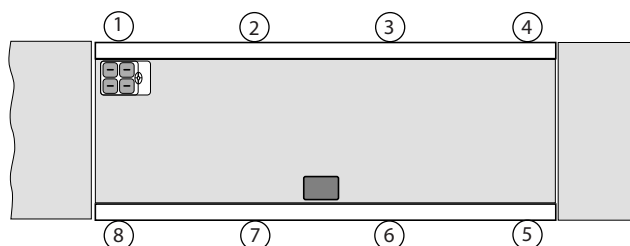

Figura 8-2. Recorte de la celda de carga número uno
1. Aparque el carro lo más cerca posible del lado 1 (que se está recortando) con las ruedas centradas sobre el soporte de la celda de carga final (número 1 en la Figura 8-2). Registre la lectura de este indicador.